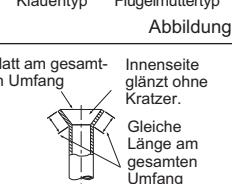

Abbildung 6
- Vergleichen Sie die Kelcharbeit mit Abbildung 6.